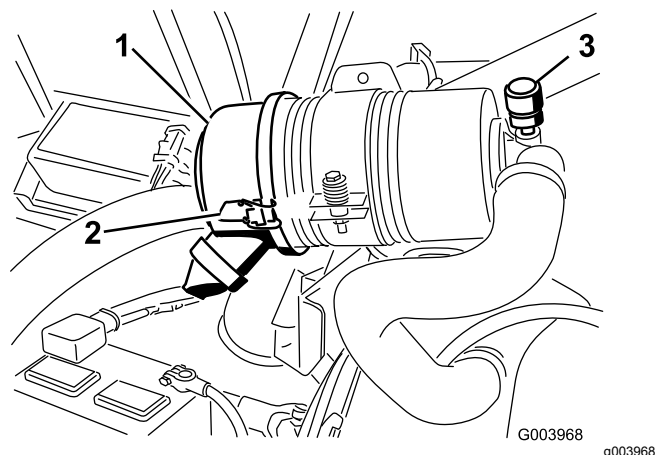

図 46
エアクリーナのフィルタの整備は、インジケータ 図 46 が赤色になってから行ってください。早めに整備を行っても意味がありません。むしろフィルタを外したときにエンジン内部に異物を入れてしまう危険が大きくなります。
- エアクリーナのカバーをボディーに固定しているラッチを外す 図 46。